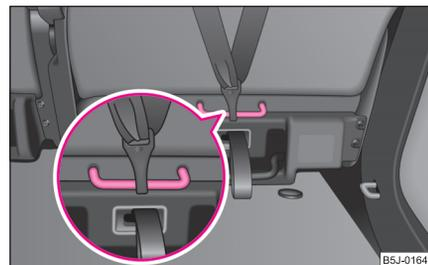

Fig. 144 Asiento posterior: Top Tether
Para aumentar la seguridad de los niños disponen los asientos posteriores exteriores, como también el del centro (sólo válido para algunos países), de serie del sistema de sujeción "Top Tether", ubicado detrás del respaldo ⇒ fig. 144. El montaje y desmontaje debe realizarse siempre según las instrucciones adjuntas del fabricante del asiento infantil.
- Fije los asientos infantiles con el sistema "Top Tether" solamente en los puntos previstos ⇒ fig. 144.